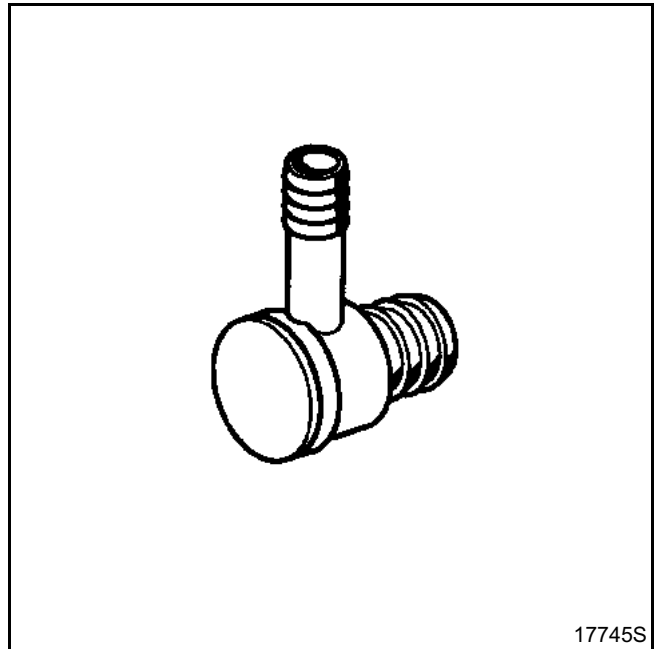

Abb. 3
- Die Oberseite des Rückschlagventils des Bremskraftverstärkers ist flach, glatt und nur mit einer blauen Farbmarkierung versehen bzw. flach und glatt ohne Markierung (**Abb. 3**),